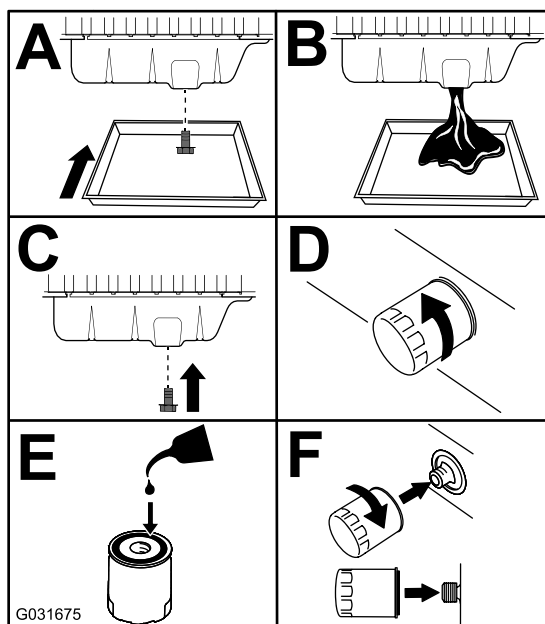

Bild 54
3. Tauschen Sie das Motoröl und den Motorölfilter aus (Bild 54).